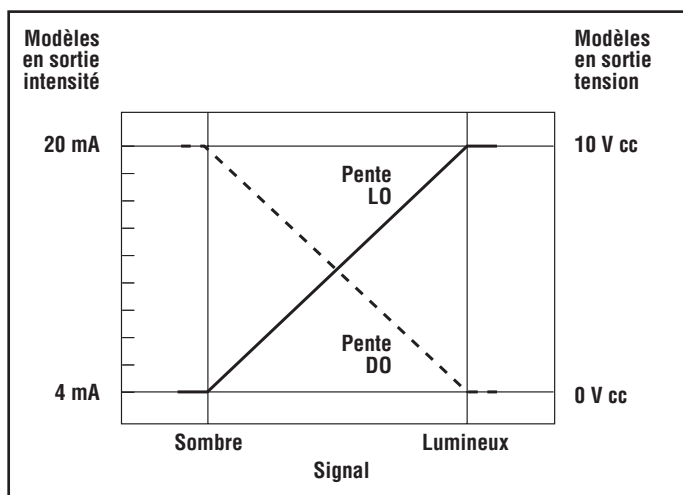

Figure 2. Sortie analogique en fonction de la position de la cible – deux points de réglage (statiques ou dynamiques)
Le détecteur règle la première condition au plus haut niveau de sortie (soit 20 mA, soit 10 V) et la seconde condition au plus bas niveau (soit 4 mA, soit 0 V) et fait la proportion entre ces deux points. Si la première condition qu'on lui a appris est celle qui a le plus de retour lumière, le détecteur est en mode de fonctionnement lumineux (LO). Si la première condition qu'on lui a enseignée est celle qui est la plus sombre, le détecteur est en mode de fonctionnement sombre (DO). Pour changer le sens de la pente de la sortie analogique (voir Figure 2), faire basculer LO/DO dans le réglage (page 8).